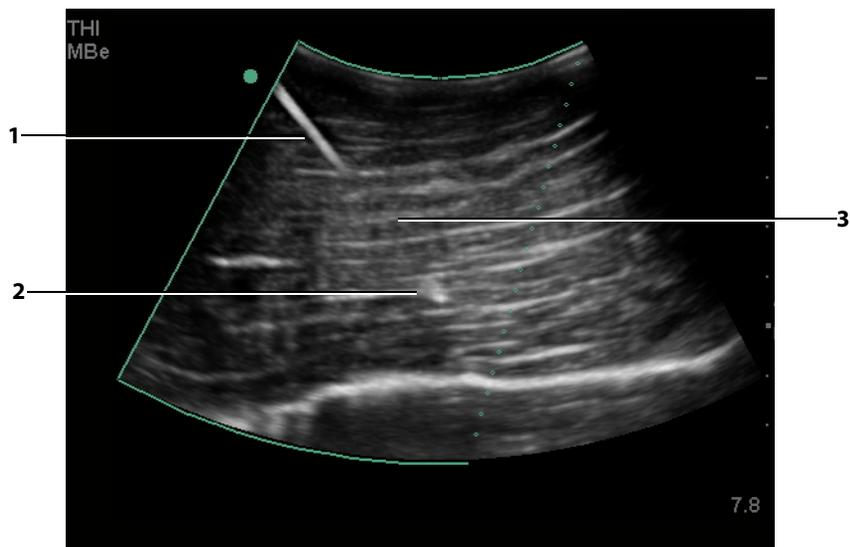

Figura 3: Con un trasduttore convex, possono comparire solo segmenti dell'asta dell'ago:
- Si noti che la divergenza del fascio di un trasduttore convex consente di impedire che un segmento dell'ago compaia nell'immagine. (consultare la sezione Figura 3.) La punta dell'ago potrebbe non comparire.
Per trasduttori convex, MBe consente di identificare la direzione dell'ago, tuttavia potrebbero comparire nell'immagine solo alcuni segmenti dell'ago. (consultare la sezione Figura 3.) Muovere l'ago e utilizzare l'iniezione di fluidi per verificare la posizione della punta dell'ago.